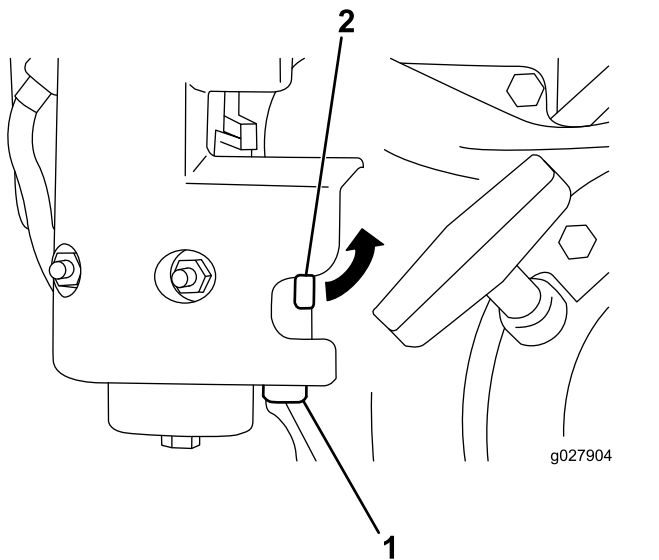

Figura 35
1. Chiudete la valvola d'intercettazione del carburante e svitate il pozzetto dei sedimenti dal corpo del carburatore (Figura 35).